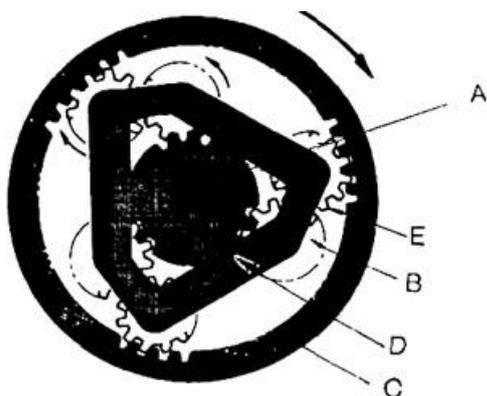

Рис. 5-23
Планетарный редуктор (E) увеличивается (см. Рис. 5-23) только для достижения реверсивного вращения на выходе. Настоящий метод передачи А-В-Е-С является структурным принципом работы при второй планетарной передаче.